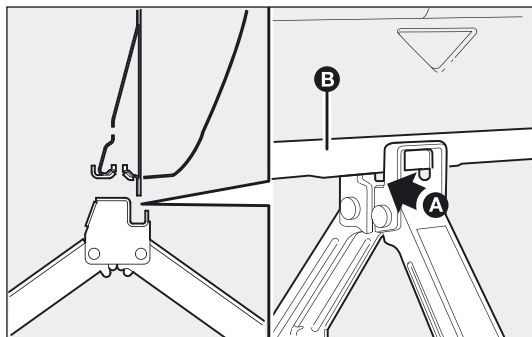

fig. 137
- ❑ draai de krik m.b.v. de knop omhoog zodat de groef A-fig. 137 van de krik goed om de onderrand B van de chassisbalk valt;